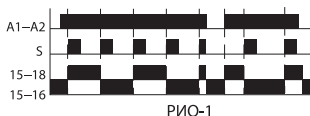

Рисунок 3. Схемы работы реле
6.1. При замыкании кнопочного выключателя, подключенного к реле, происходит подача на него управляющего сигнала (импульса) S. При этом происходит переключение управляющего контакта реле 18–15–16 с нормально замкнутого контакта 15–16 на контакт 15–18, загорается красный индикатор на лицевой панели реле (рисунок 3).
6.2. При повторном замыкании выключателя или замыкании другого выключателя, подключенного к реле, происходит подача повторного импульса S и размыкание контактов 15-18, индикатор красного цвета гаснет (рисунок 3).
дет повторного нажатия выключателя и поступления повторного управляющего сигнала S, то произойдет автоматическое отключение реле через время t (рисунок 3).